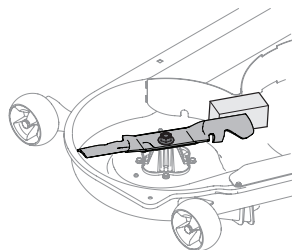

Figure 2
- Maintenez la lame en place avec un outil de démontage de lame ou un morceau de bois. Voir Figure 2.